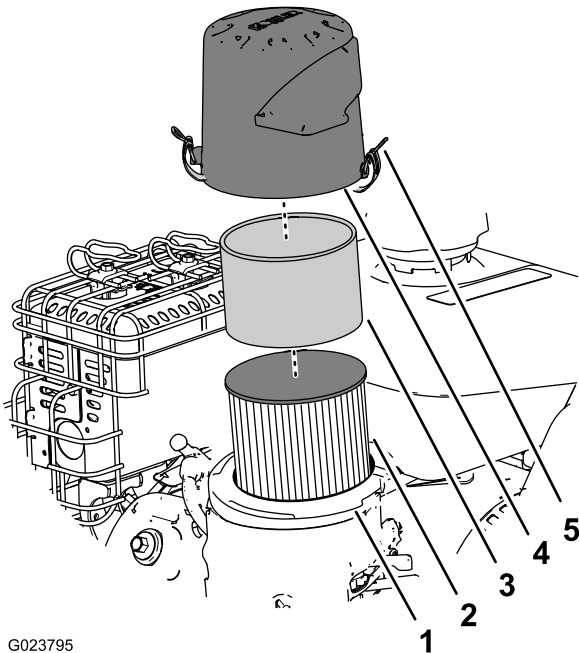

Figure 32
- 2. Déposez le couvercle et nettoyez-le soigneusement (Figure 32).
- 3. Retirez le préfiltre en mousse et lavez-le à l'eau additionnée de détergent doux; séchez-le ensuite en le pressant légèrement dans un chiffon (Figure 32).
4. Enlevez et examinez l'élément filtrant en papier (Figure 32) et mettez-le au rebut s'il est excessivement encrassé.
6. Placez le préfiltre en mousse sur l'élément en papier (Figure 32).
7. Montez le filtre à air sur sa base (Figure 32).